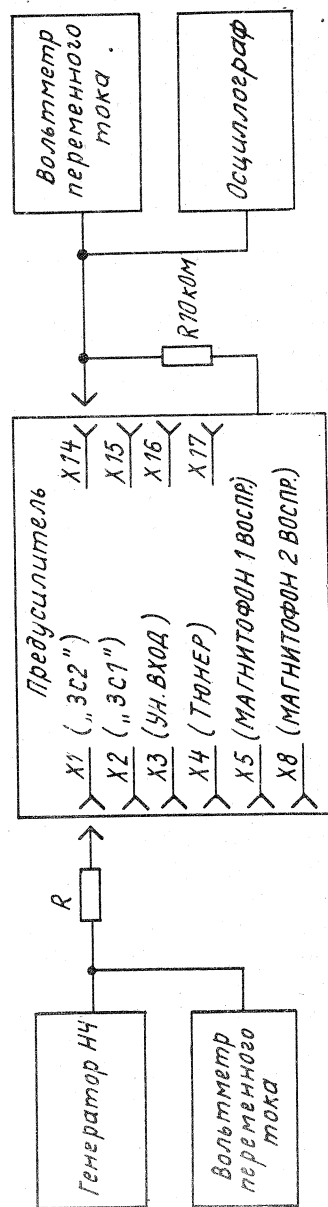

Рис. 3
5.2.4. Для проверки эмиттерных повторителей подключите приборы согласно рис. 3 и произведите проверку в следующем порядке:
подключите приборы согласно рис. 3;